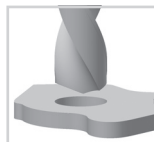

図27
- 2 望ましい寸法になるまで穴ぐりを広げます(図27および28)。